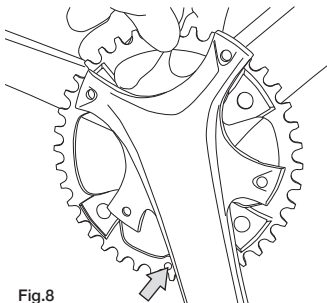

Fig.8
- Placez le nouveau plateau sur le support du pédalier en faisant coïncider le doigt présent sur le plateau avec la manivelle (Fig. 8).